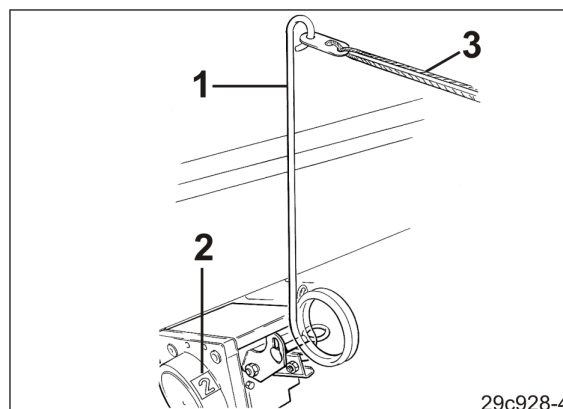

Fig. 207
3. Still inn kjøresportelleren umiddelbart før arbeidsstart ved å trekke i betjeningsspaken (Fig. 207/1). De aktuelle kjøresportelleren vises i vinduet (Fig. 207/2) til girkassen. Betjen betjeningsspaken kun via vaieren (Fig. 207/3) i traktorens førerhus.